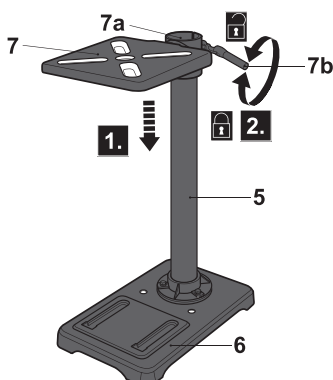

Fig. 2
- > Deslize o fixador (7a) da mesa do berbequim (7) na coluna (5) (Fig. 2, passo 1). Coloque a mesa do berbequim na altura desejada.
- > Alinhe a mesa do berbequim (7) com a base (6) e aperte manualmente a alavanca de sujeição (7b) para segurar a mesa em posição (Fig. 2, passo 2).